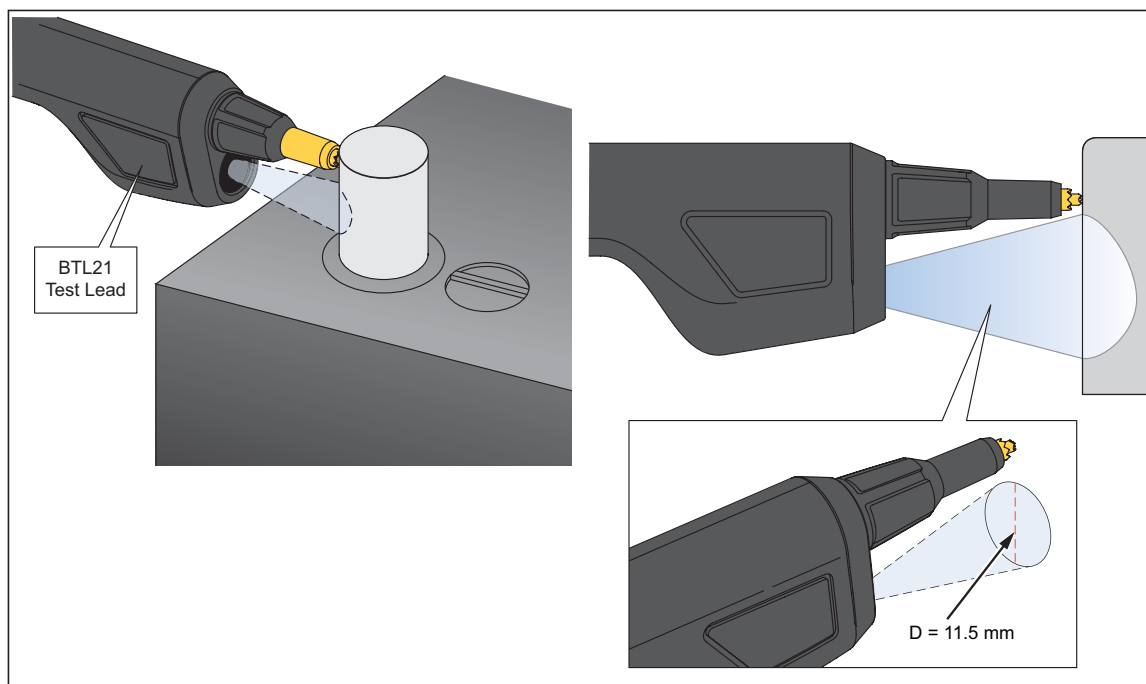

Figura 4-6. Medir a temperatura de um pólo da bateria
2. Ajuste o cabo de teste para iluminar o pólo da bateria. Veja a figura 4-6.